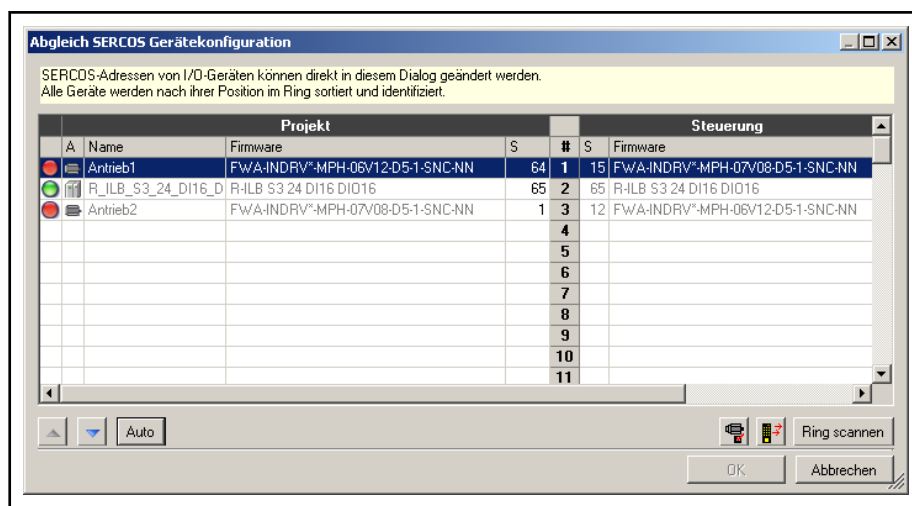

Abb.9-3: sercos Gerätekonfigurationsdialog nach Betätigen der Schaltfläche **Auto**
2. Betätigen Sie die Schaltfläche **Auto**. Dadurch versucht IndraWorks, die projektierten Geräte an die tatsächlich gefundenen Geräte anzupassen, um einen größtmöglichen Grad der Übereinstimmung zu erreichen (siehe Abb. 9-3 "sercos Gerätekonfigurationsdialog nach Betätigen der Schaltfläche Auto" auf Seite 365). Danach werden alle nicht passenden projektierten I/O-Geräte deaktiviert. In der ersten Spalte wird dann mittels Ampel-Symbolen angezeigt, inwieweit die Soll- zur Istkonfiguration passt. Die Ampel-Symbole haben folgende Bedeutung: